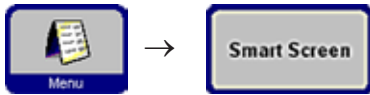

图 53
**SMART SCREEN** (智能屏幕) (图 53) 弹出。智能屏幕是手动操作仪器的初始屏幕。